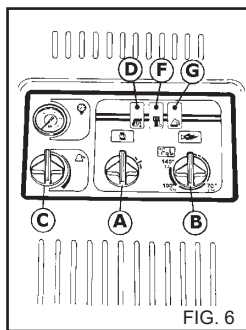

FIG. 6
Leve o manípulo do termóstato "B" (fig. 6) até à posição de vapor para aumentar a temperatura de saída da água.
**Quando acabar de utilizar a "Fase de Vapor", leve o manípulo do termóstato "B" até à posição "0" (fig. 6) e deixe que o aparelho esfrie por cerca de 3 minutos com a pistola aberta.**